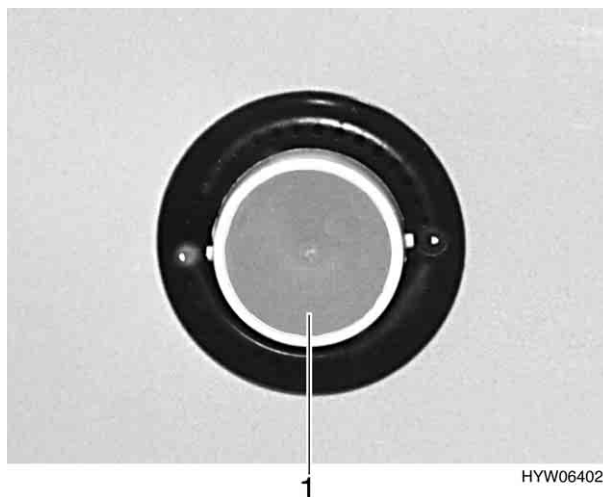

Fig. 108 Illuminazione del vano WC
- Comprimerne il vetro della luce (Fig. 108,1) ai due naselli e estrarlo.